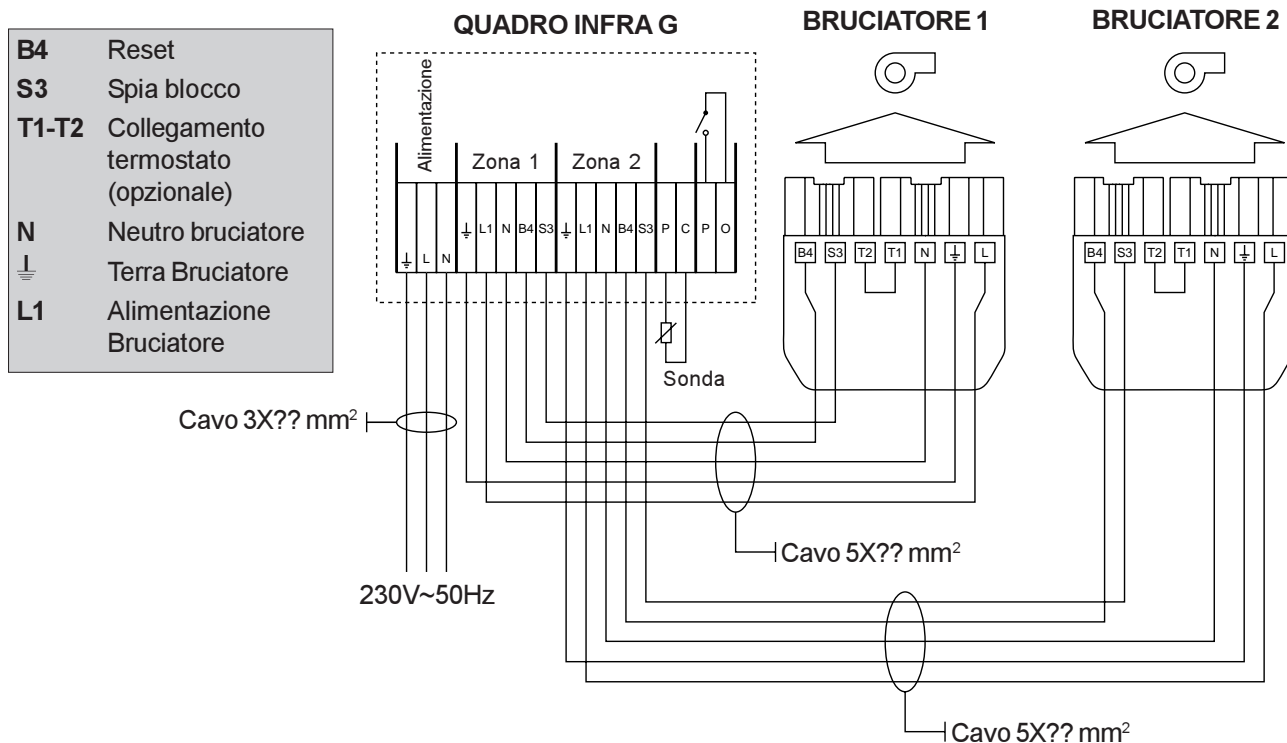

Fig.40 Collegamento elettrico Infra G
Per il collegamento quadri comando serie CE-bruciatori fare riferimento allo schema elettrico rappresentato in fig.40.
- 4) Aprire Il **Quadro elettrico INFRA G** ed effettuare la connessione elettrica tra spina a 7 poli e il quadro utilizzando un cavo a 5 poli come da schema (fig.40)